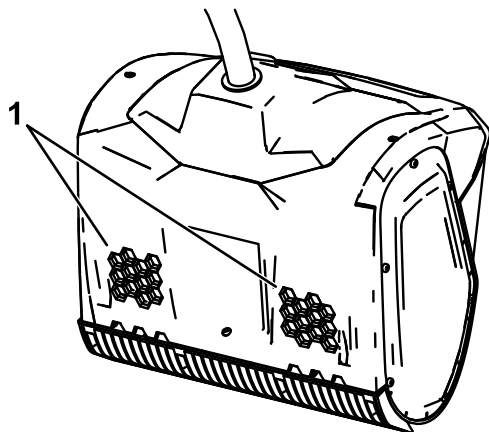

Figure 6
1. Vérifiez que les événements au dos de la machine sont exempts de neige ou de verglas (Figure 6).